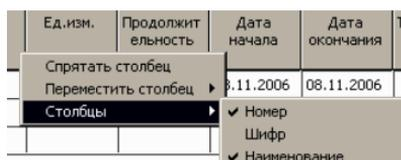

Рис. 3.4. Контекстное меню заголовка таблицы работ.
**i** Если щелкнуть правой клавишей мыши по заголовку таблицы работ, откроется контекстное меню, в котором можно выбрать необходимые для отображения столбцы (рис. 3.4).